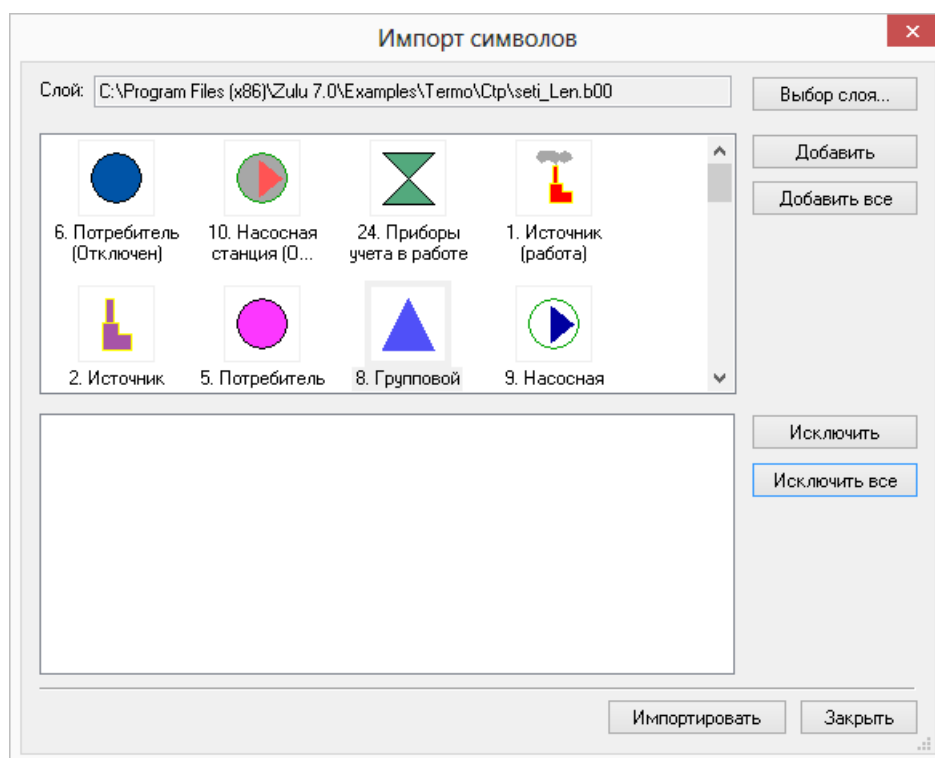

Рисунок 4.7. Окно импорта символов
4. Все символы выбранного слоя появятся в верхнем списке символов, как на Рисунок 4.7, «Окно импорта символов». В нижнем списке отображаются выбранные символы для импорта. Если вы случайно выбрали не тот слой-источник, нужно нажать на кнопку Выбор слоя, чтобы указать новый.